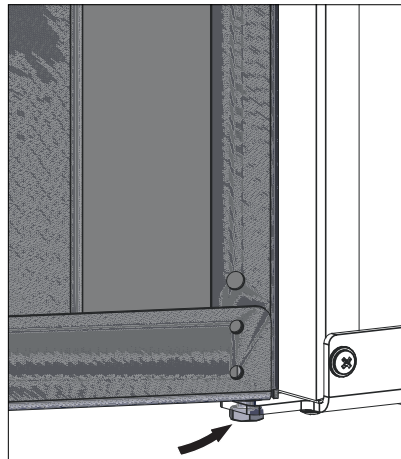

Fig. 94 Sechskantschraube zur Gänze eindrehen
- ▶ Sechskantschraube unten zur Gänze eindrehen und festziehen – Fig. 94.